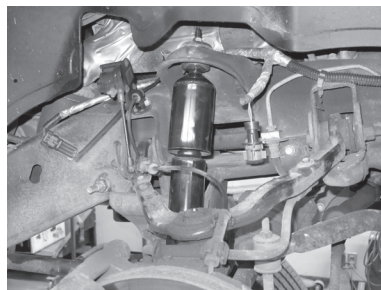

FIGURA 2
**5.** (FIGURA 2) Ahora puede instalarse el nuevo ensamble del amortiguador. Apriete los componentes de la espiga superior hasta que el cojinete esté ligeramente inflado (aproximadamente 3/4 de la altura original). Instale los pernos de montaje inferior a través de la horquilla reutilizando los pernos originales o consiguiendo nuevos de reemplazo (no incluidos). Apriete el perno a 42 ft-lbs (57 Nm).